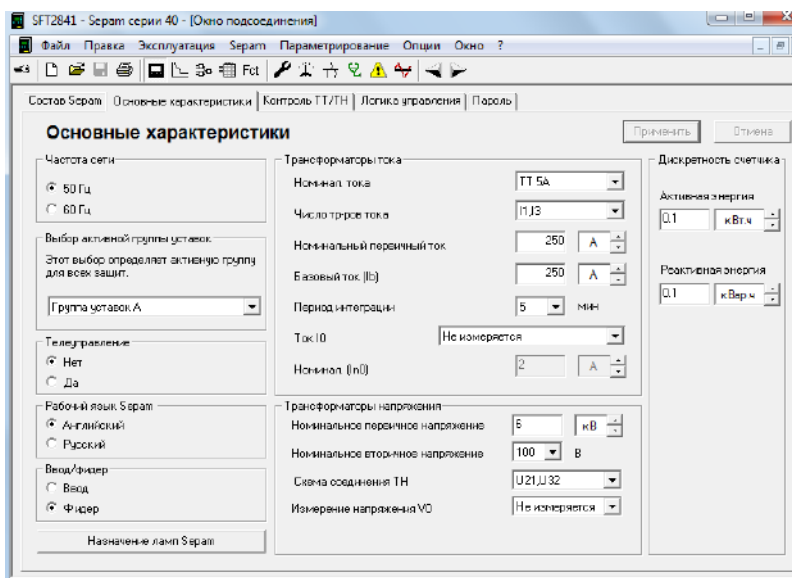

Рисунок 1.3 – Окно «Основные характеристики»
9. Вкладка «Основные характеристики» (рис. 1.3) отвечает за установку измеряемых параметров, измерительных ТТ и ТН схем соединения. Установить в соответствии с собранной схемой произвольным образом.